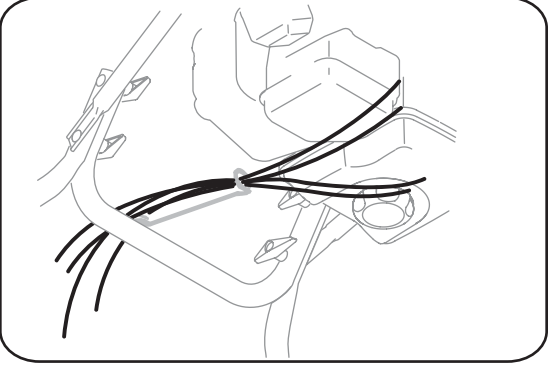

Figure 3-5
5. Vérifiez que tous les câbles sont acheminés dans le guide sur le dessus du moteur. Voir la Figure 3-5. Pour l'expédition, le fil électrique est maintenu sur l'arrière de l'habitacle de la tarière avec un attache-câble. Coupez l'attache-câble et jetez-le avant d'utiliser la souffreuse.